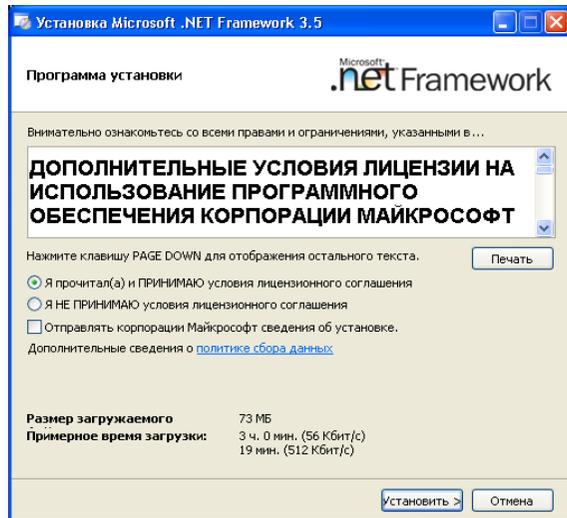

Рисунок 7.3
- 2) На экране появится окно (рисунок 7.3).